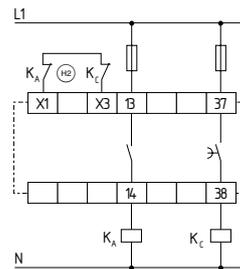

Fig. 20
**Circuito de un solo canal con circuito de realimentación (véase fig. 20)**